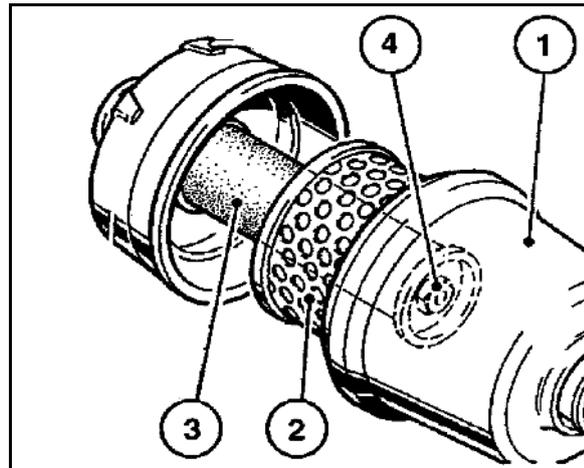

Fig. 165
2. Schmierölfilter-Patrone (Fig. 165/5) mit handelsüblichem Werkzeug lösen und abschrauben.